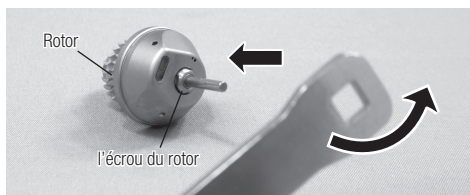

Fig. 18
- 2) Tenez le rotor avec deux doigts, comme illustré Fig.18. Montez la clé fournie sur l'écrou du rotor situé sur la partie supérieure du manche du rotor et tournez dans le sens inverse des aiguilles d'une montre (vous pouvez utiliser les deux côtés de la clé)